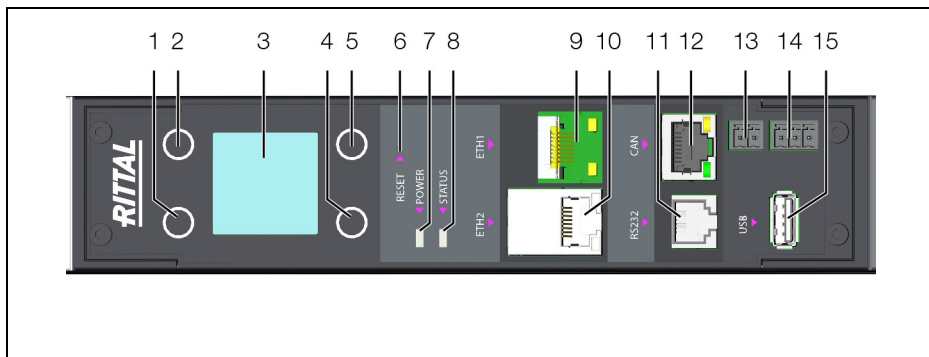

Рис. 5: Элементы управления и индикации, а также подключения RCM Inline-измерителя; описание элементов управления и индикации, см. раздел 5.1
Первый QR-код отображается на странице "Rittal" при включенном дисплее путем нажатия и удерживания кнопки "ESC" в течение 3 с (рис. 5, поз. 1) и остается, пока не наступит время таймаута дисплея или будет нажата любая кнопка. С помощью кнопок "вверх" (рис. 5, поз. 2) и "вниз" (рис. 5, поз. 5) можно переключать между разными QR-кодами. В QR-коде содержится следующая информация:
Элементы управления и индикации показаны на рис. 5. При этом ориентация изображения на дисплее, а также назначение четырех кнопок рядом с дисплеем зависят независимо от положения монтажа RCM. Актуальное назначение кнопок соответствующим образом отображается на дисплее.
Обозначения на рис. 5
- Выведите кабель подключения (штекер CEE) из IT-шкафа и подключите его к электросети. Подключите потребителя со стороны выхода (CEE-разъем). После подключения RCM к сети питания загорается зеленый индикатор питания (рис. 5, поз. 7), и автоматически начинается загрузка RCM. При подключенной сети на разъеме RJ 45 загораются индикаторы передачи данных и статуса (рис. 5, поз. 9). Через несколько секунд многофункциональный индикатор статуса начинает мигать синим цветом, что означает процесс загрузки (рис. 5, поз. 8).
- Нажмите кнопку "Esc" (рис. 5, поз. 2) для отображения главного меню **Rittal**.
- Выберите пункт "Setup" и подтвердите выбор нажатием кнопки "ввод" (рис. 5, поз. 1).
- Нажмите кнопку "вверх" (рис. 5, поз. 5) или "вниз" (рис. 5, поз. 4), пока не появится необходимое значение первой цифры ПИН-кода.
- Соедините RCM сетевым кабелем с вашей локальной сетью Ethernet (рис. 5, поз. 9).
- Подключите устройство сетевым кабелем через Ethernet-интерфейс к Вашему компьютеру (рис. 5, поз. 9).